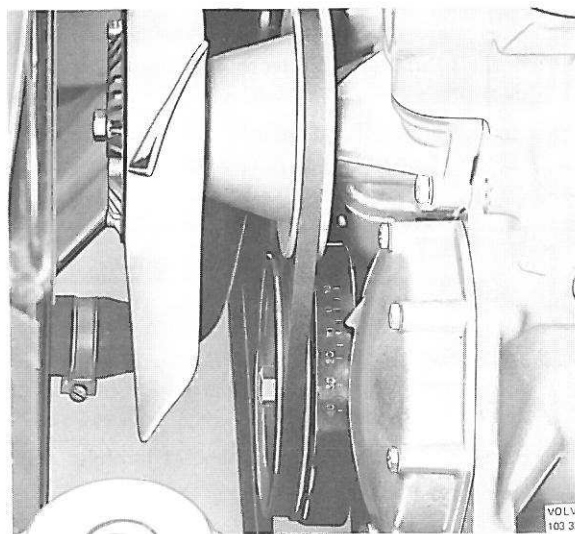

Fig. 3-47. Amortisseur d'oscillation avec graduation pour le calage d'allumage
1. Nettoyer l'amortisseur d'oscillation pour que la graduation soit bien visible, fig. 3-47.